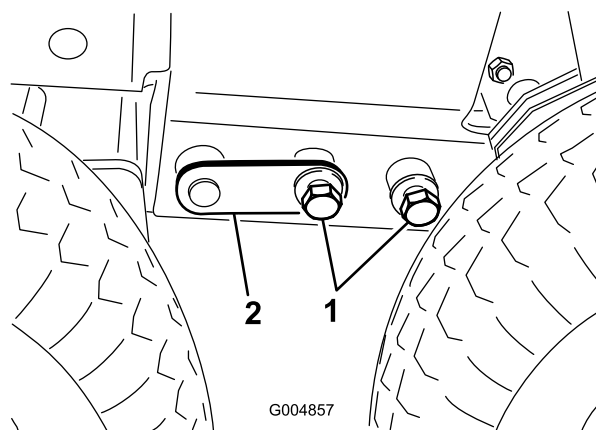

Figure 39
8. Ajustez le cric ou agitez la cabine manuellement afin de pouvoir installer les boulons (3/4 po.) de chaque côté (Figure 39). Serrez les boulons à 359 Nm (200 lb-pi).